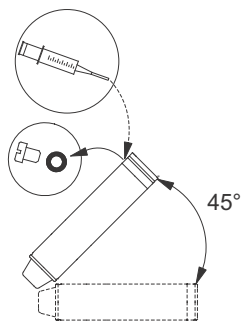

Fig. 4 Posición del motor durante el llenado (MS 6000C)
- Si el motor procede de stock, debe comprarse el nivel de líquido antes de instalar el motor en la bomba. Consulte la fig. 4.
- Si se ha realizado alguna operación de mantenimiento, deberá comprarse el nivel de líquido. Consulte la fig. 4.
1. Sitúe la bomba sumergible como se muestra en la fig. 4.
3. Inyecte líquido en el motor con la jeringuilla de llenado (fig. 4) hasta que se desborde por el orificio de llenado.